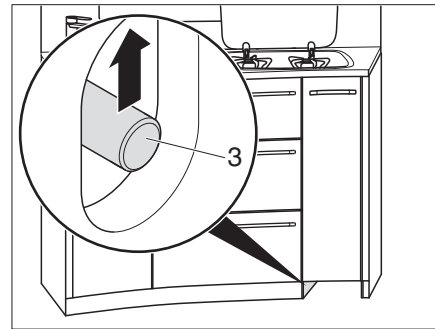

Fig. 121 Déverrouiller les tiroirs de cuisine
- Pousser la tige de poussée (Fig. 121,3) vers le haut.